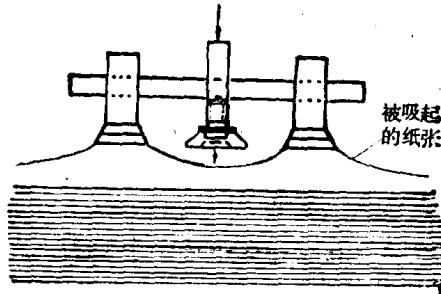

图 3 纸中间呈圆弧状
2. 吹风压脚碰破纸边：两只分纸吸风嘴之间的距离应为 120~150 毫米。吸纸后两只吸风嘴之间的纸边应成一直线状。但是由于纸张因素或其它原因，有时两只吸风嘴吸起的纸张中间不成直线，而成下坠的圆弧状（如图 3）。所以，当吹风压脚下压时，压脚前缘触碰纸边，而将纸边碰碎。